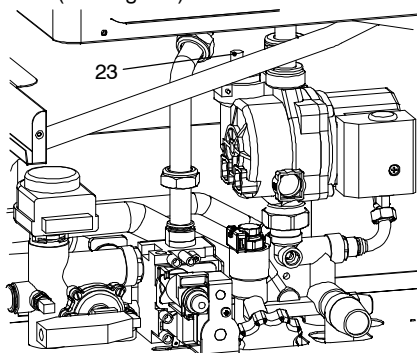

fig. 6.3
- 7 Allentare il tappo della valvola di sfiato automatico (23 in fig. 6.3).